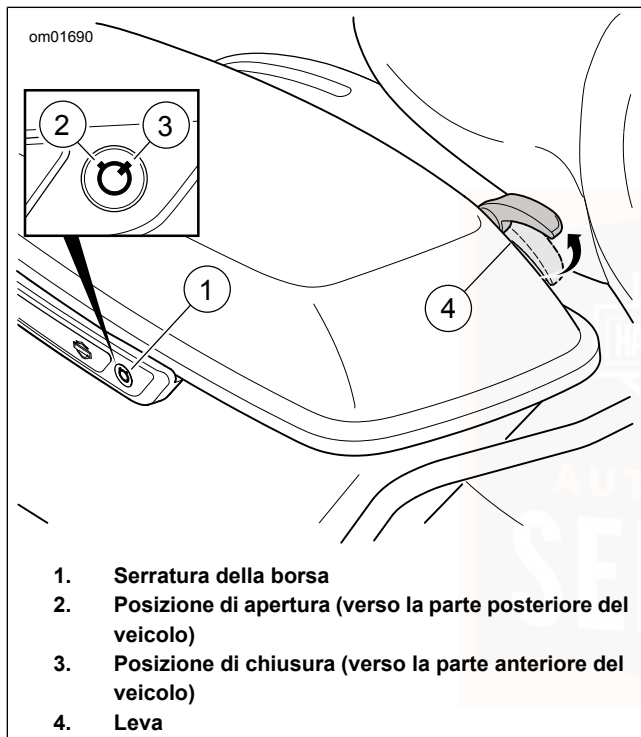

Figura 56. Borsa
1. Vedere Figura 56. Aprire la serratura della sella con la chiave.
1. Vedere Figura 56. Chiudere il coperchio della borsa.
1. Vedere Figura 56. Aprire la borsa.